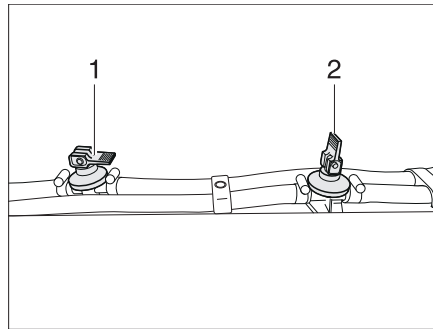

Bild 265 Ablasshahn
- Alle Ablasshähne öffnen. Dazu den Kipphebel (im Bild 265,2) senkrecht stellen.